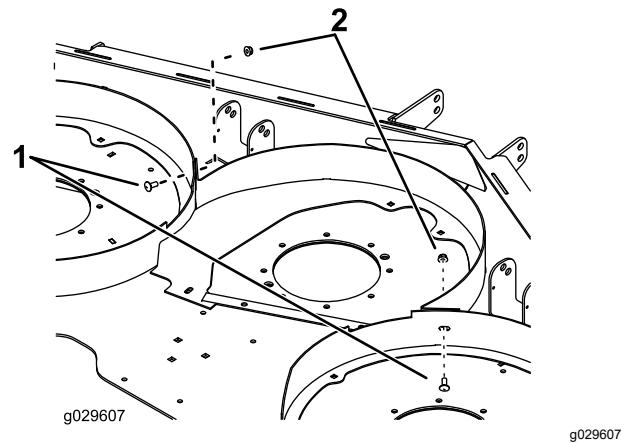

図 3
- 左右のチェンバを中心のチェンバに仮止めするキャリッジボルト5/16 x 3/4 インチ 2本とナット5/16 インチ2個を使用する図 3。
- デフレクタとサポートストラップ2本を、2本の後部アングルに取り付けるキャリッジボルト5/16 x 7/8 インチ 8本とナット5/16 インチ8個を使用して図 3 のように取り付ける。